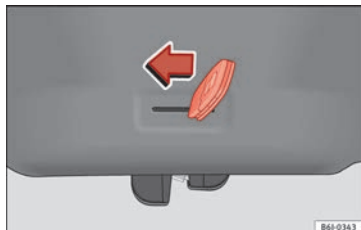
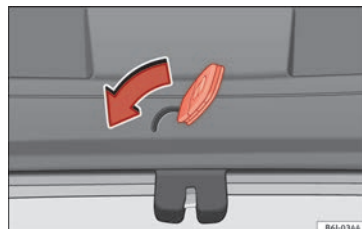

Fig. 167 IBIZA/IBIZA SC: Apertura d'emergenza del portellone posteriore.
Fig. 168 IBIZA ST: Apertura d'emergenza del portellone posteriore.
- Inserire l'ingegno della chiave nella fessura e sbloccare il dispositivo di chiusura girando la chiave da destra verso sinistra, come indicato dalla freccia **»» fig. 167, »» fig. 168**.